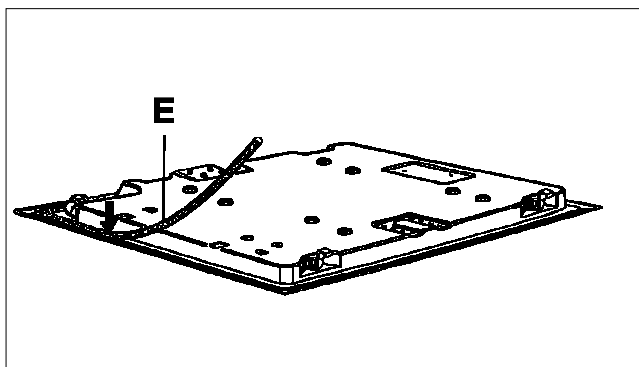

图. 7
- 翻转燃气炉，并将密封橡胶放在燃气炉边缘正确的位置“E”（图. 7），密封橡胶外侧即可与燃气炉的边缘完美贴合。结尾处需连接而没有重叠。